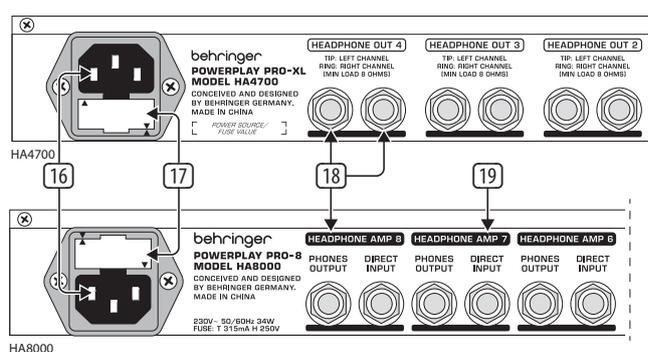

Fig. 2.3 : Connecteur d'alimentation, porte-fusible et sorties casque
- 1 L'embase DIRECT IN est destinée à accueillir un signal stéréo supplémentaire. Sur le HA4700, le signal alimentant l'entrée DIRECT IN peut cohabiter avec le signal principal alimentant l'entrée MAIN. Le HA8000 possède une entrée DIRECT IN (19) pour chaque canal (voir Fig. 2.3). Le signal MAIN est automatiquement interrompu dès que cette entrée est occupée.